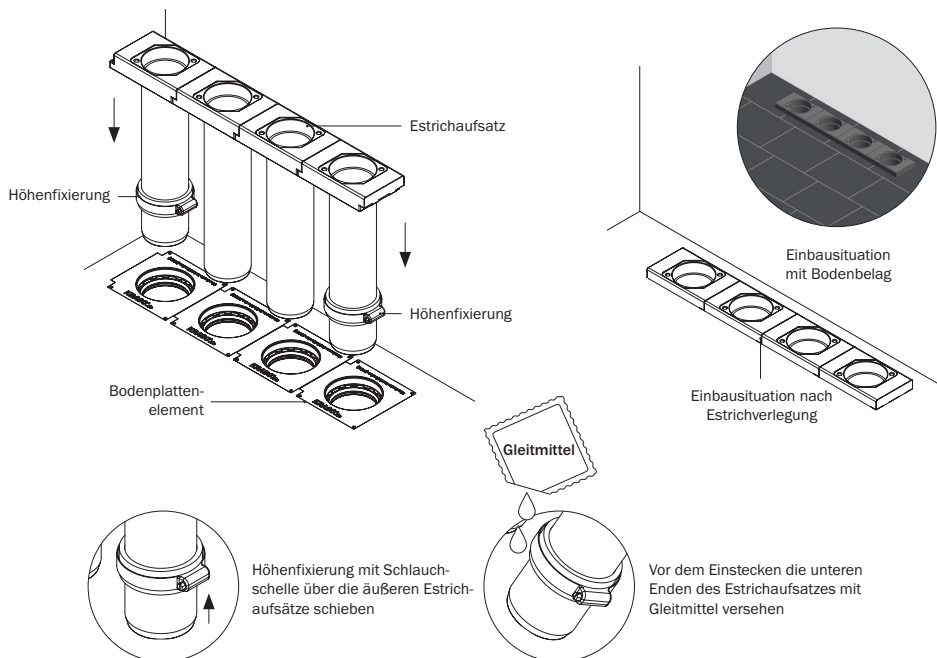

Abbildung 10.1: Einstecken des Estrichaufsatzes mit Höhenfixierung, Einbausituation
10. Estrichaufsatz (s. Abbildung 10.1)